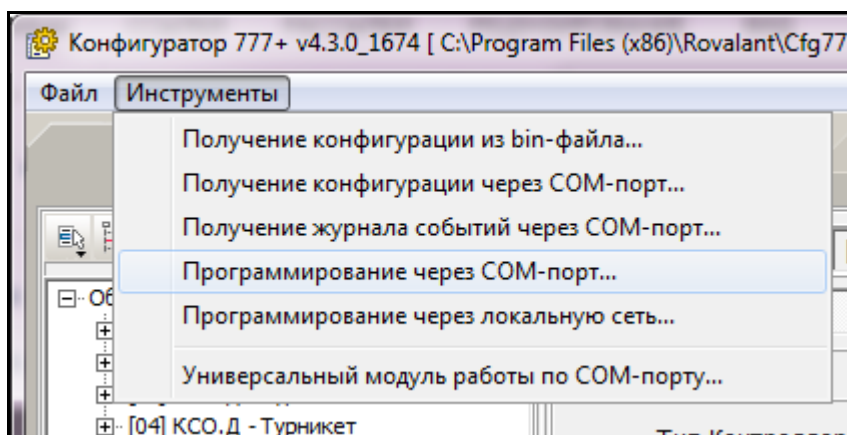

Рис.22
4). Через меню инструменты вызвать функцию «программирование через СОМ-порт» (рисунок 22).